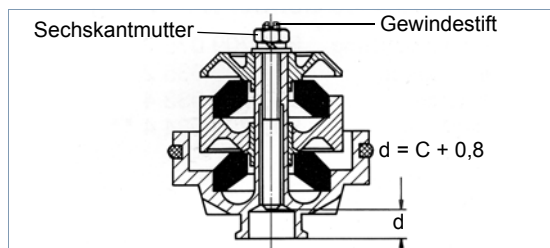

Abb. 5 Maß d (Gerät mit zwei Gummifedern)
- i** Die Einstellung bleibt auch bei Geräten mit längerem Abstufungsweg (zwei Gummifedern) die gleiche (siehe Abb. 5).